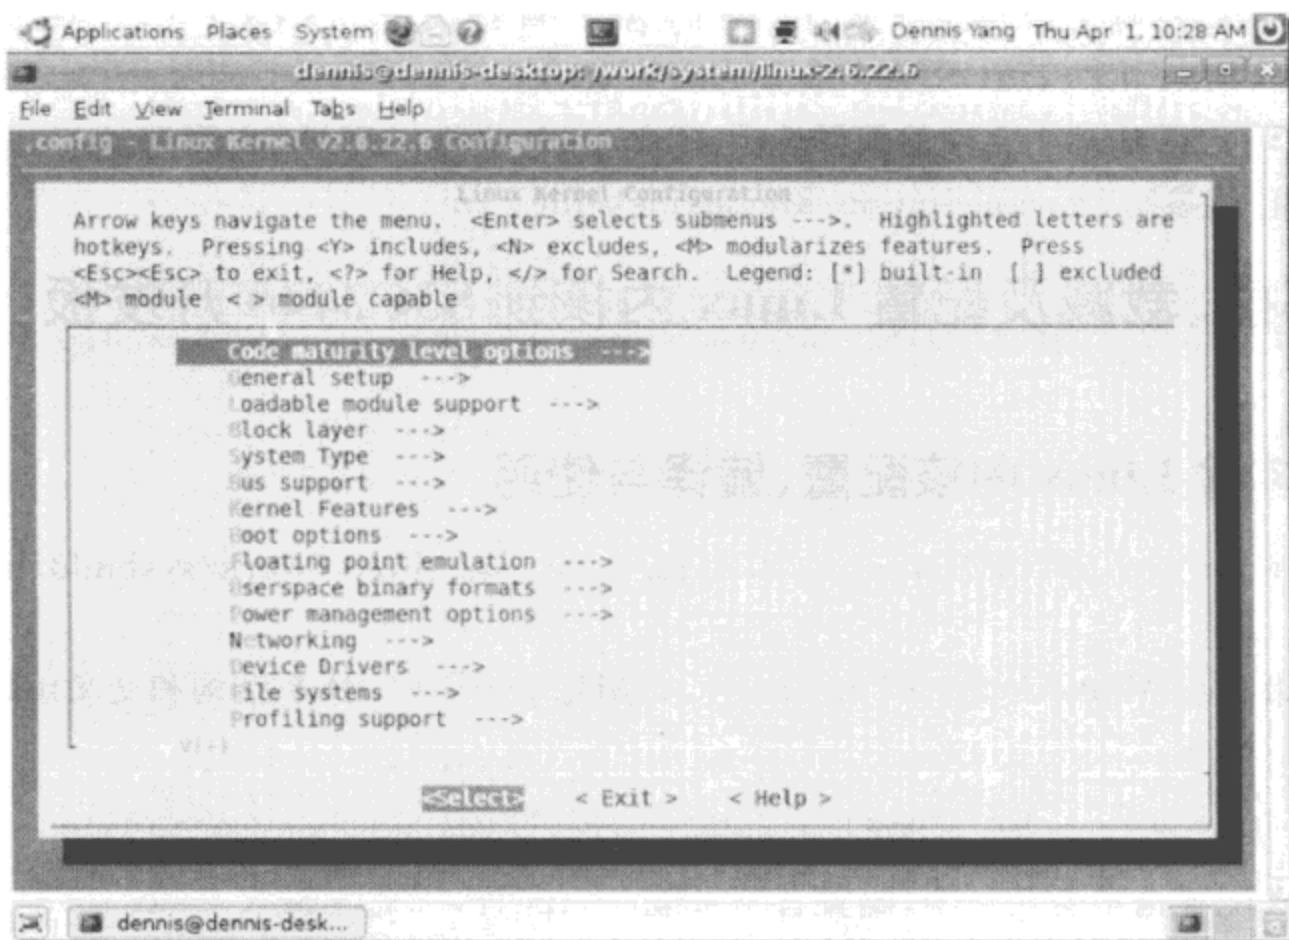

图 6-2 内核配置主界面
(4) 使用 make menuconfig 进入图形配置界面, 如图 6-2 所示, 浏览基本配置。